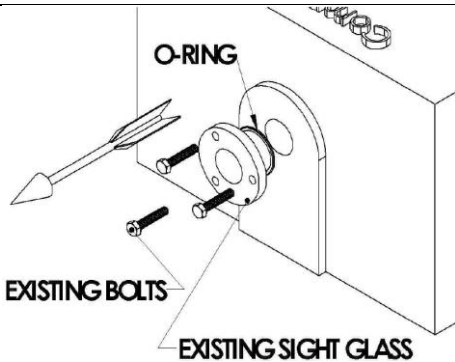

Figura 1: Rimuovere la Spia Visiva
2. Rimuovere la spia visiva d'olio, l'O-ring e bulloni dal compressore (avere cura dell'avvertenza nr.3). Tenere la spia visiva ed i bulloni per rimontaggio. Scartare l'O-ring usato. La spia visiva rimossa viene attaccata alla seconda porta flangiata sul regolatore (vedi Figura 1).